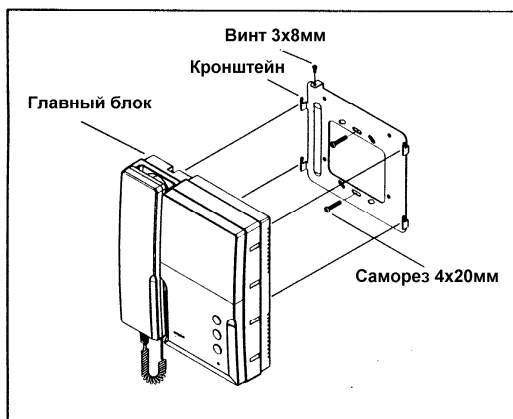

Рис. 5
- Закрепите кронштейн крепления саморезами из комплекта принадлежностей на стене рис. 5;